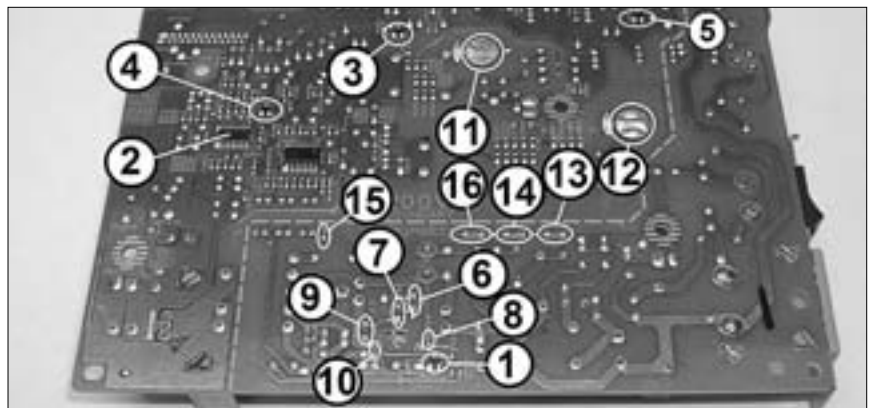

Рис. 2. Плата Power supply PCB, вид снизу
вал переноса подается кабелем (11), а на вал первичного заряда и магнитный вал — с помощью контактных площадок J304 (11 на рис. 2) и J301 (12) соответственно. Сетевое напряжение подается на принтер через разъем INL1 (35 на рис. 1).